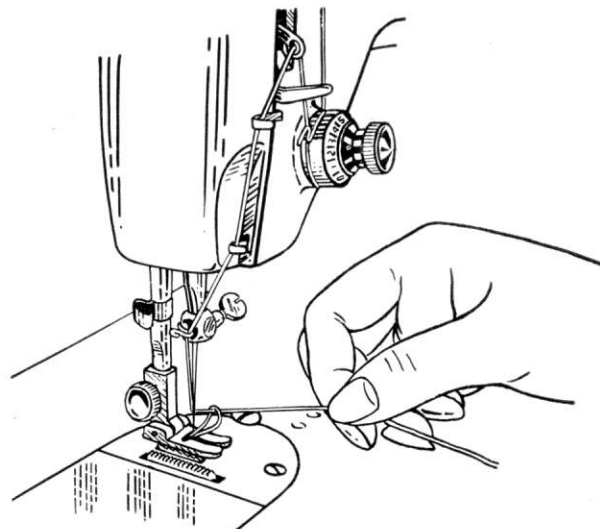

Fig. 12
- 2) Draai het vliegwiel naar U toe, totdat de draadgeleider (4) zijn hoogste stand bereikt.
- 3) Trek nu de draad, die U vast heeft, aan. De onderdraad trekken door het gaatje in de naaldplaat. (als fig. 12)